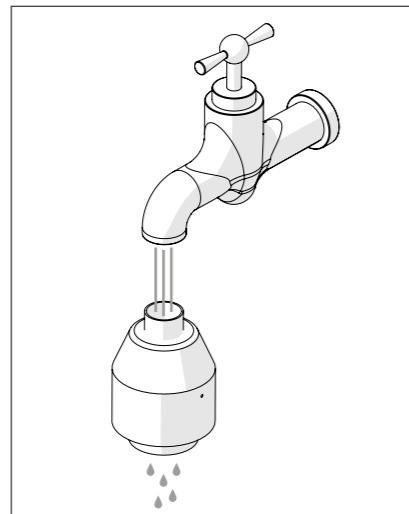

Fig. 13
7. Rincez le catalyseur à l'eau chaude (fig. 13).